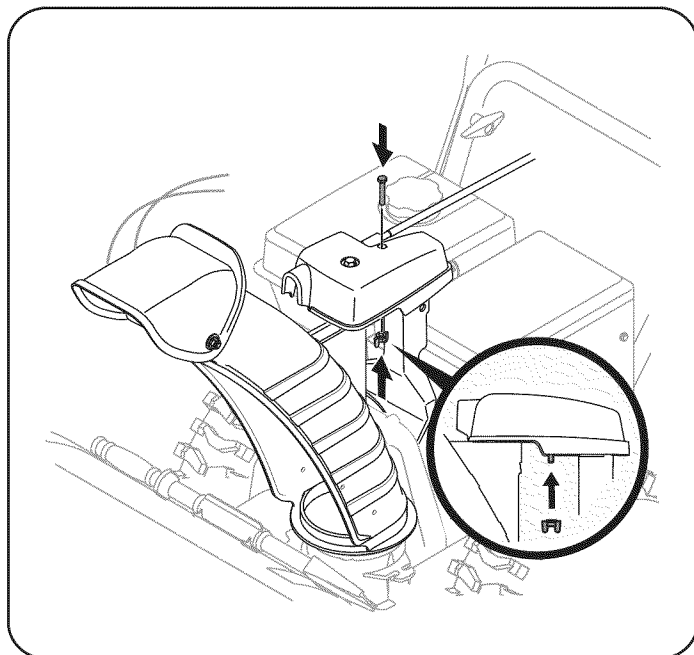

Figura 6
5. Finalizar la cabeza de asegurar el control del conducto con la instalación de tornillo hexagonal y tuerca de mariposa. Vea la Figura 6.